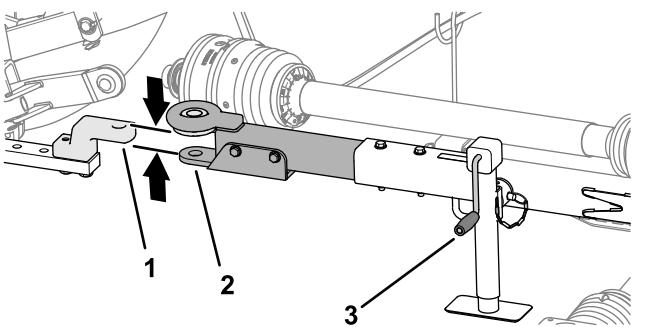

Figura 28
1. Utilice la manivela del gato para elevar o bajar el gato de la barra de tiro y alinear la barra de tiro con la barra de tracción o el enganche de pivote (Figura 28).
3. Alinee la barra de tracción o el enganche de pivote del vehículo de remolque con la barra de tiro del cortacésped (Figura 28).